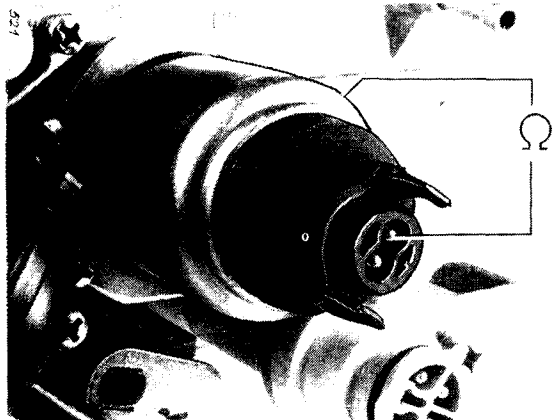

Bild 9
5.2 Isolationswiderstand (Masseschluß) (Bild 9)